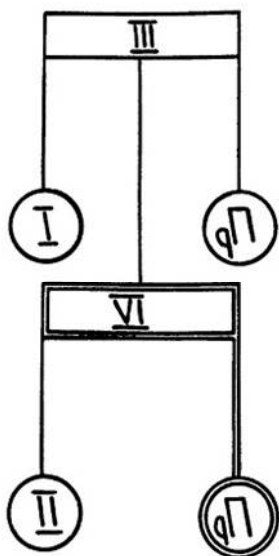

Рис. 3. Трактор ДТ-75М. Схема переключения передач ходоуменьшителя
**Первая передача.** Рычаг 5 (рис. 1) переключения передач находится в положении I (рис. 3). При этом блок шестерен 4 (рис. 1) перемещается назад и малым венцом входит в зацепление с шестерней 2. В этом случае зубчатая муфта шестерни 12 выведена из зацепления с зубчатым венцом вала 15. В зацеплении участвуют шестерни: 4, 2, I, 8 (рис. 62), 7, 12\* (рис. 61), 14 и 9. Передаточное число—16,2.
**Вторая передача.** Рычаг 5 переключения передач находится в положении II (рис. 3). При этом блок шестерен 4 (рис. 1) перемещается вперед и большим венцом входит в зацепление с большим венцом шестерен 1. Все остальные шестерни остаются в том же положении, что и при первой передаче. В зацеплении участвуют шестерни: 4, 1, 8 (рис. 2), 7, 12 (рис. 1), 14 и 9. Передаточное число -7,6.
**Третья и четвертая передачи.** Рычаг 5 переключения передач находится в положении III и IV (рис. 3) и перемещается свободно вправо и влево, что иногда механизаторами ошибочно принимается за нейтральное положение. В этом случае зубчатая муфта шестерни 12 (рис. 1) введена в зацепление с
Рычаг 5 переключения передач находится в одном из двух положений «Пр» (рис. 3). В этом случае вал 3 (рис. 1) и вал 10 при помощи зубчатой муфты подвижной шестерни 9 соединяются напрямую.